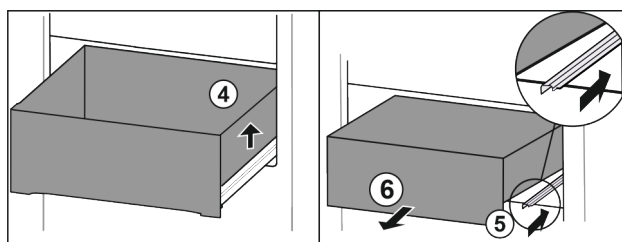

Fig. 92
- Løft skuffen til høyre. Fig. 92 (4)
- Skyv inn høyre skinne. Fig. 92 (5)
- Ta ut skuffen framover. Fig. 92 (6)